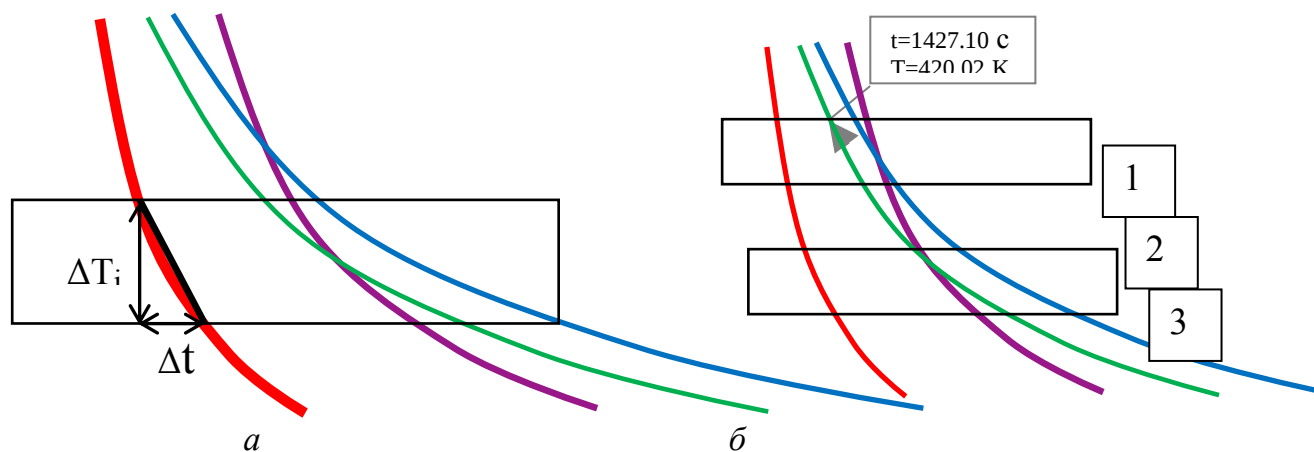

Рис.6. Определение угла наклона термограммы образца.
Определить тангенс угла наклона касательной к термограммам можно численным дифференцированием. А можно это сделать графически, или приближенно, выбрав небольшую область изменения температур в окрестности  $T_i$  (*рис. 6а*).
1. Нажать в меню кнопку режима выделения  и выделить курсором мыши **область охлаждения** для разницы температур 20 – 30 К (в районе 450 К или для температуры, указанной преподавателем), как показано рамкой 1 на рис.6б. Подводя курсор последовательно к точкам пересечения термограмм с верхней границей рамки, снять показания времени, когда каждый образец достигает фиксированной температуры (заданной верхней границей рамки) и значение этой температуры. Записать в таблицу 1 (в таблицу занесены для примера некоторые температуры – запишите температуру верхней границы Вашей рамки).
Для измерения использовать привязанную к курсору табличку с его текущими координатами (рис.6б). Для точной установки курсора в нужную точку графика можно выбрать оптимальный увеличенный масштаб осей координат. Провести аналогичные измерения времени для нижней границы рамки. Записать измерения в ту же таблицу.
2. Выделить курсором мыши **область охлаждения** для разницы температур 20 – 30 К (в районе 400 К), как показано рамкой 3 на рис.6б. Провести измерения, аналогичные п.1.
1. Рассчитать углы наклона кривых охлаждения  $\Delta T/\Delta t \approx dT/dt$  в зависимости от температуры для трех областей (рис.6б), записать в таблицу 2: